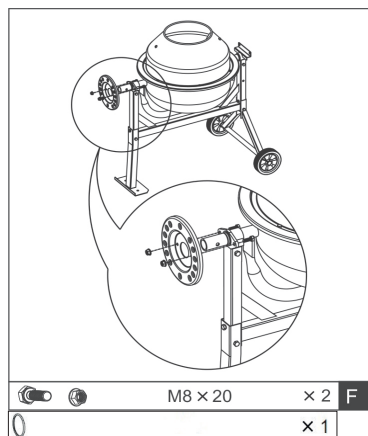

Fig.10
7. Une bague spirale est pré-assemblée. Retirer la bague spirale de l'arbre. Glissez ensuite la plaque de verrouillage sur l'extrémité la plus longue de l'arbre. Le cadre de la plaque est orienté vers l'intérieur. Glisser la plaque par dessus l'arbre. Glisser la bague spirale sur l'arbre. Fixer la plaque de verrouillage avec deux vis type M8x20 (F), Fig. 10.